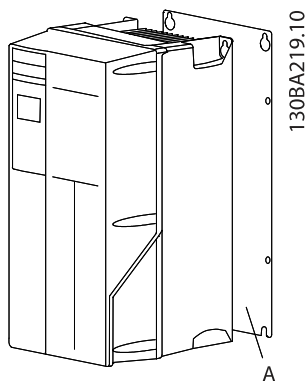
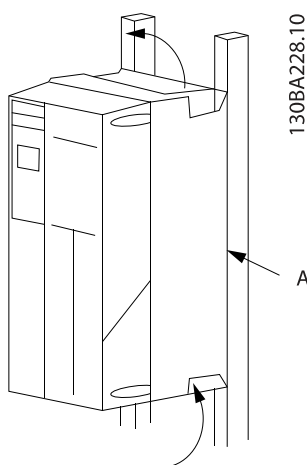

图 2.2 使用背板进行的适当安装
图 2.3 使用导轨进行的适当安装
- 为了提供冷却气流, 请将设备安装到实心平面或选配的背板上 (请参阅 图 2.2 和 图 2.3)